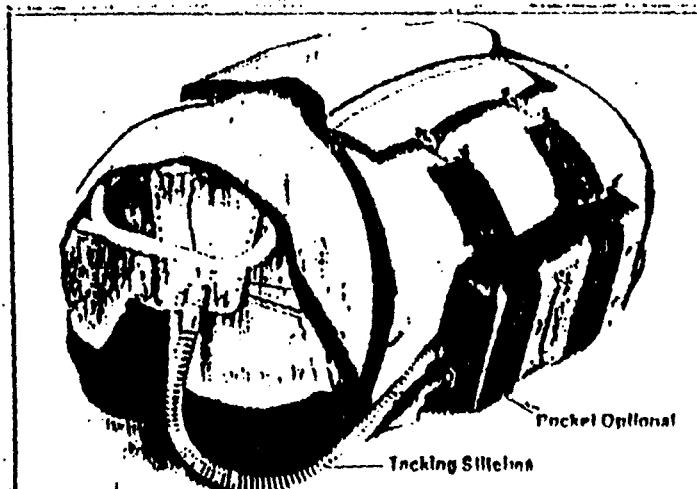

Figura 4
D) Antes de cerrar las tapas del paracaídas de emergencia deberá asegurarse que el dispositivo de seguridad esté firmemente colocado en los correspondientes pasadores. El cable de poder debe asegurarse mediante puntadas de fijación (Figura 4).